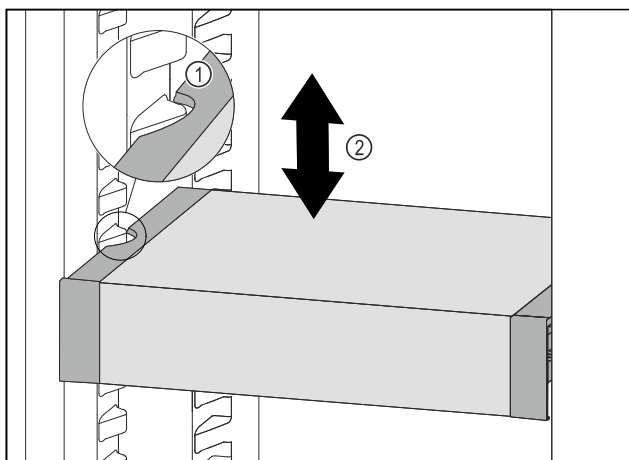

Fig. 133
- Predal VarioSafe povlecite v smeri naprej, dokler nista stranska izreza predala VarioSafe na višini nastavka za posodo v hladilniku. Fig. 133 (1)
- Predal VarioSafe premikajte v hladilniku gor ali dol, dokler ne dosežete želene višine. Fig. 133 (2)